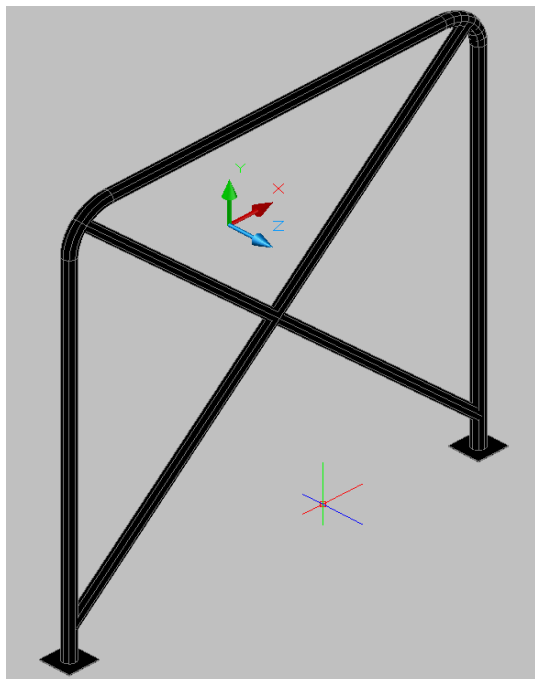

Fig. 6
1.7. Diagonale: tevi de otel din structura roll-cage-ului care unesc coltul de sus al arcului principal de securitate cu cel de jos, sau coltul de sus al arcului principal de securitate cu coltul de sus opus al arcului frontal de securitate. **Fig. 6.**